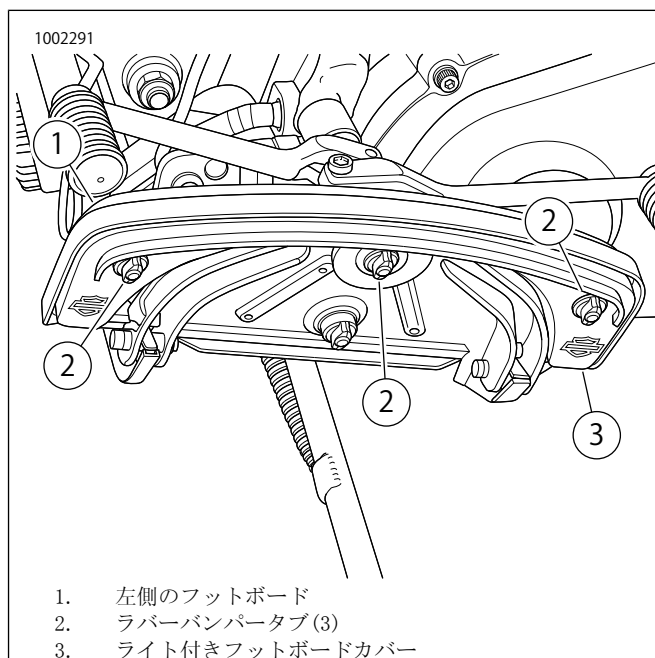

図1. ライト付きフットボードカバーの取り付け
1. 図1を参照してください。まず、左側フットボード(1)を直立させて、フットボードの裏面に作業の手が入るようにします。